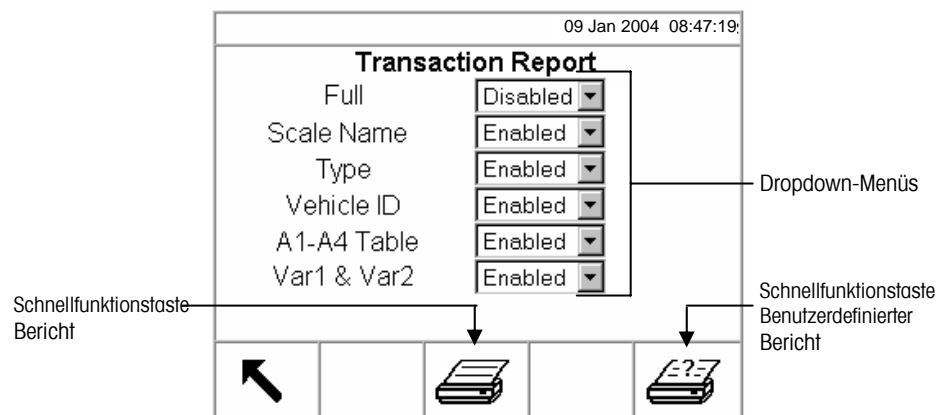

Abbildung 2-18: Bildschirm „Berichts-Setup“ (Transaktionsbericht)
3. Drücken Sie die Schnellfunktionstaste **BERICHT ERSTELLEN**. Der Bildschirm „Report Setup“ (Berichts-Setup) für den ausgewählten Berichtstyp wird eingeblendet (siehe Abbildung 2-18).
4. Drücken Sie die ENTER-Taste, um den Setup-Bildschirm für den ausgewählten Tabellenbericht zu öffnen. Der Bildschirm „Report Setup“ (Berichts-Setup) für den ausgewählten Berichtstyp wird eingeblendet (siehe Abbildung 2-18).